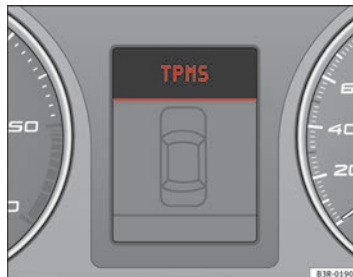
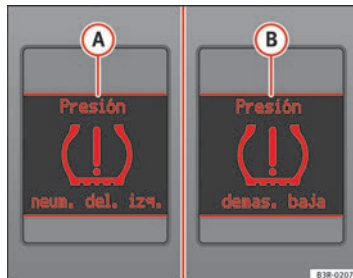

Fig. 45 Display: guasto nel sistema
Fig. 46 Display: messaggio di avvertimento (testo e spia)
La spia gialla (1) rimane accesa se vi è una anomalia nel sistema o la pressione di almeno un pneumatico è troppo bassa. In caso di anomalia si accende la spia TPMS nel display centrale del quadro strumenti ⇒ pag. 70, fig. 45. Se si verifica una rapida perdita di pressione degli pneumatici, nello schermo centrale del quadro strumenti si attiva il messaggio (A) ⇒ pag. 70, fig. 46. Se la perdita di pressione è lenta, nello schermo centrale del quadro strumenti si attiva il messaggio (B) ⇒ pag. 70, fig. 46. Non viene specificato lo pneumatico interessato. Se si presenta una di queste indicazioni: